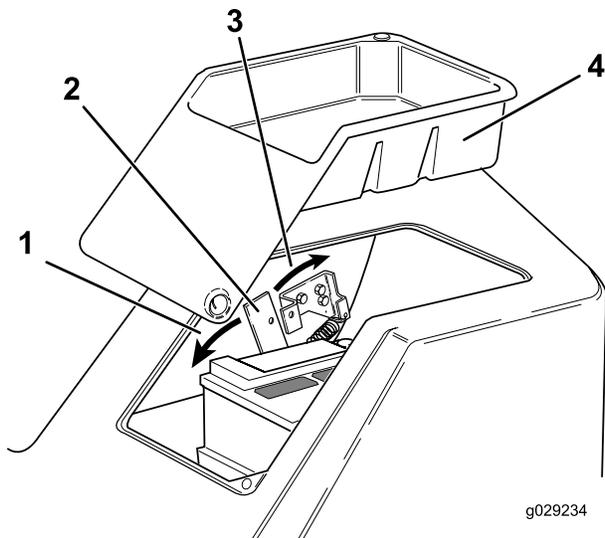

Bild 23
2. Entriegeln Sie die Werkzeugkiste links an der Plattform und nehmen diese heraus (Bild 23).
4. Schieben Sie den Sperrriegelgriff zur Vorderseite der Maschine, bis der Riegel die Sperrstange aushakt, und heben Sie dann die Plattform an (Bild 23).
2. Bewegen Sie den Sperrriegelgriff zur Vorderseite der Maschine, wenn die Plattform fast gesenkt ist (Bild 23).
3. Senken Sie die Plattform vollständig ab und schieben Sie den Sperrriegelgriff zum Heck der Maschine, bis der Riegel ganz in der Sperrstange einrastet (Bild 23).